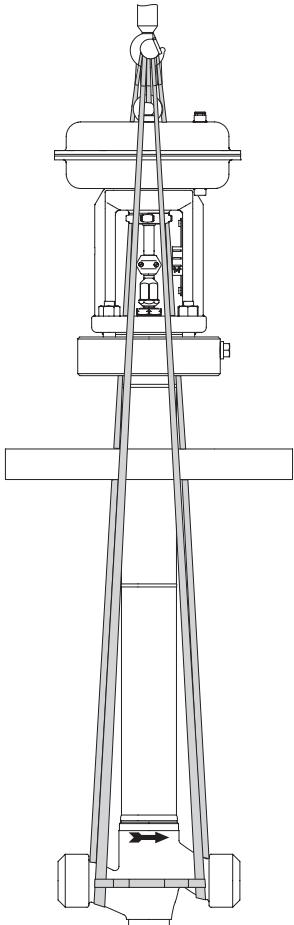
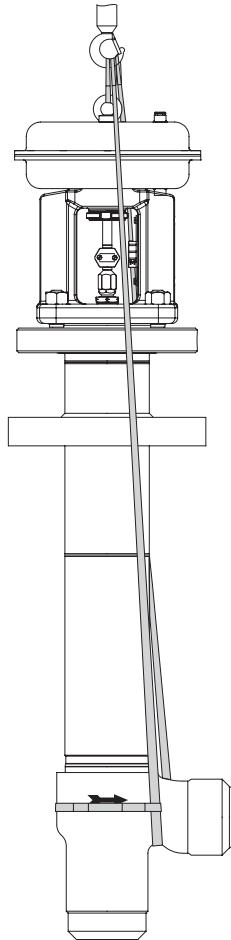

Рис. 4-4: Точки подъема на регулирующем клапане: вертикальный подъем с помощью траверсы
Рис. 4-5: Точки подъема на регулирующем клапане: вертикальный подъем углового клапана
В качестве альтернативы клапан также можно поднимать вертикально, см. Рис. 4-4 и Рис. 4-5.
1. Закрепите по одной подъёмной петле на концах под приварку на корпусе и на монтажной конструкции (например, крюке) крана или вилочного погрузчика, см. Рис. 4-4 и Рис. 4-5.